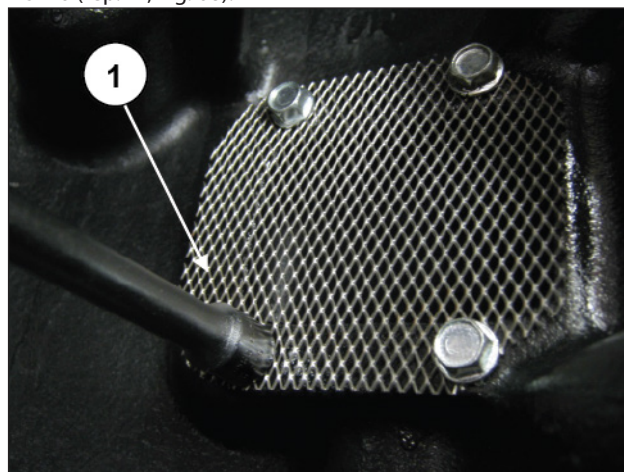

Fig. 68
Fixer la crépine du filtre à huile sur le carter arrière avec quatre vis M6 (rep. ①, Fig. 68).